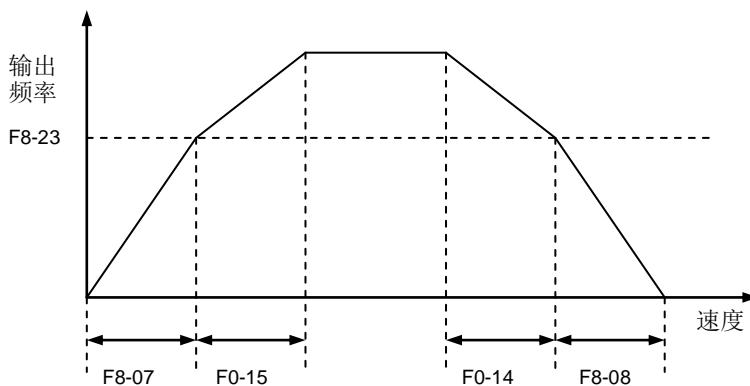

图 6-30 加减速切换频率
- F8-23：设定加、减速速度自动切换时的频率点，如图 6-30 所示。